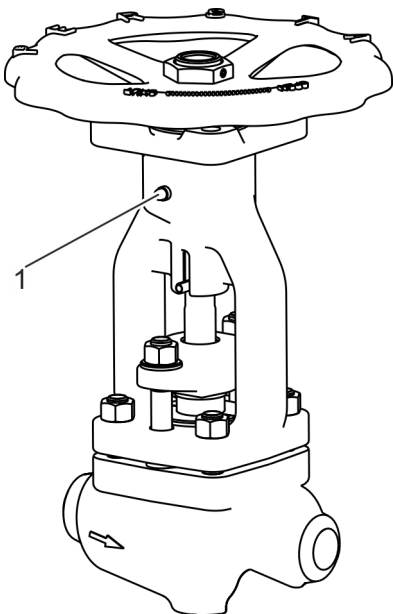

Fig. 21: Válvula con boquilla de lubricación
- Lubrique la rosca del husillo y los cojinetes a través de la boquilla de lubricación (Fig. 21/1).